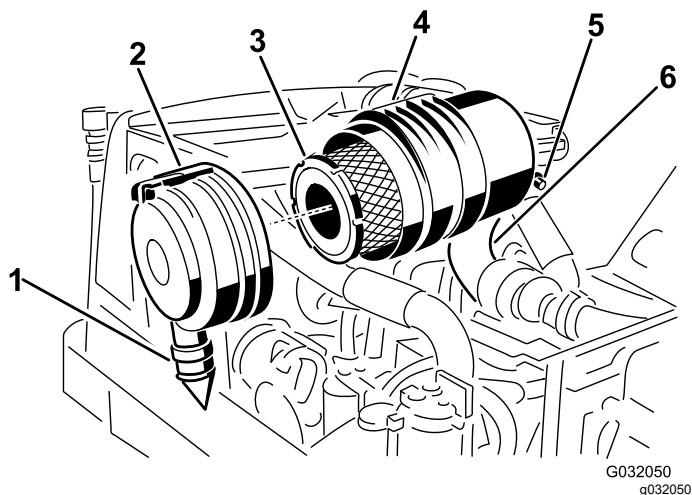

Рисунок 47
- Снимите фильтр грубой очистки (Рисунок 47).
- Замените фильтр грубой очистки (Рисунок 47).
7. Установите крышку так, чтобы резиновый выпускной клапан находился в нижнем положении — примерно между «5 и 7 часами» при взгляде с торца, и зафиксируйте защелку (Рисунок 47).